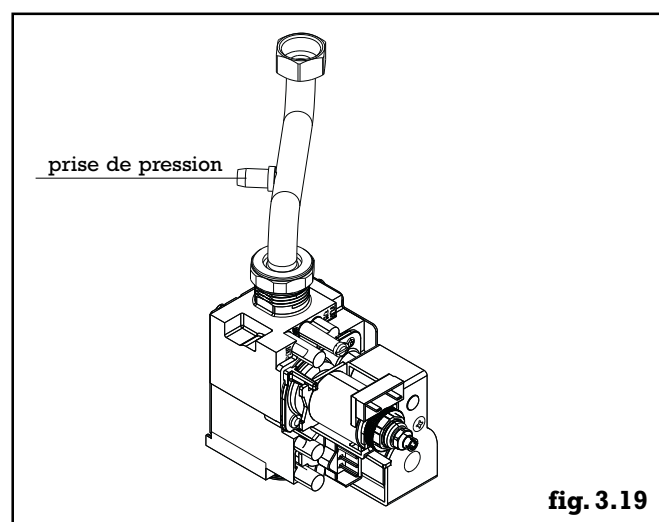

fig. 3.19
- raccorder un manomètre à la prise de pression placée entre la vanne gaz et le brûleur (fig. 3.19)